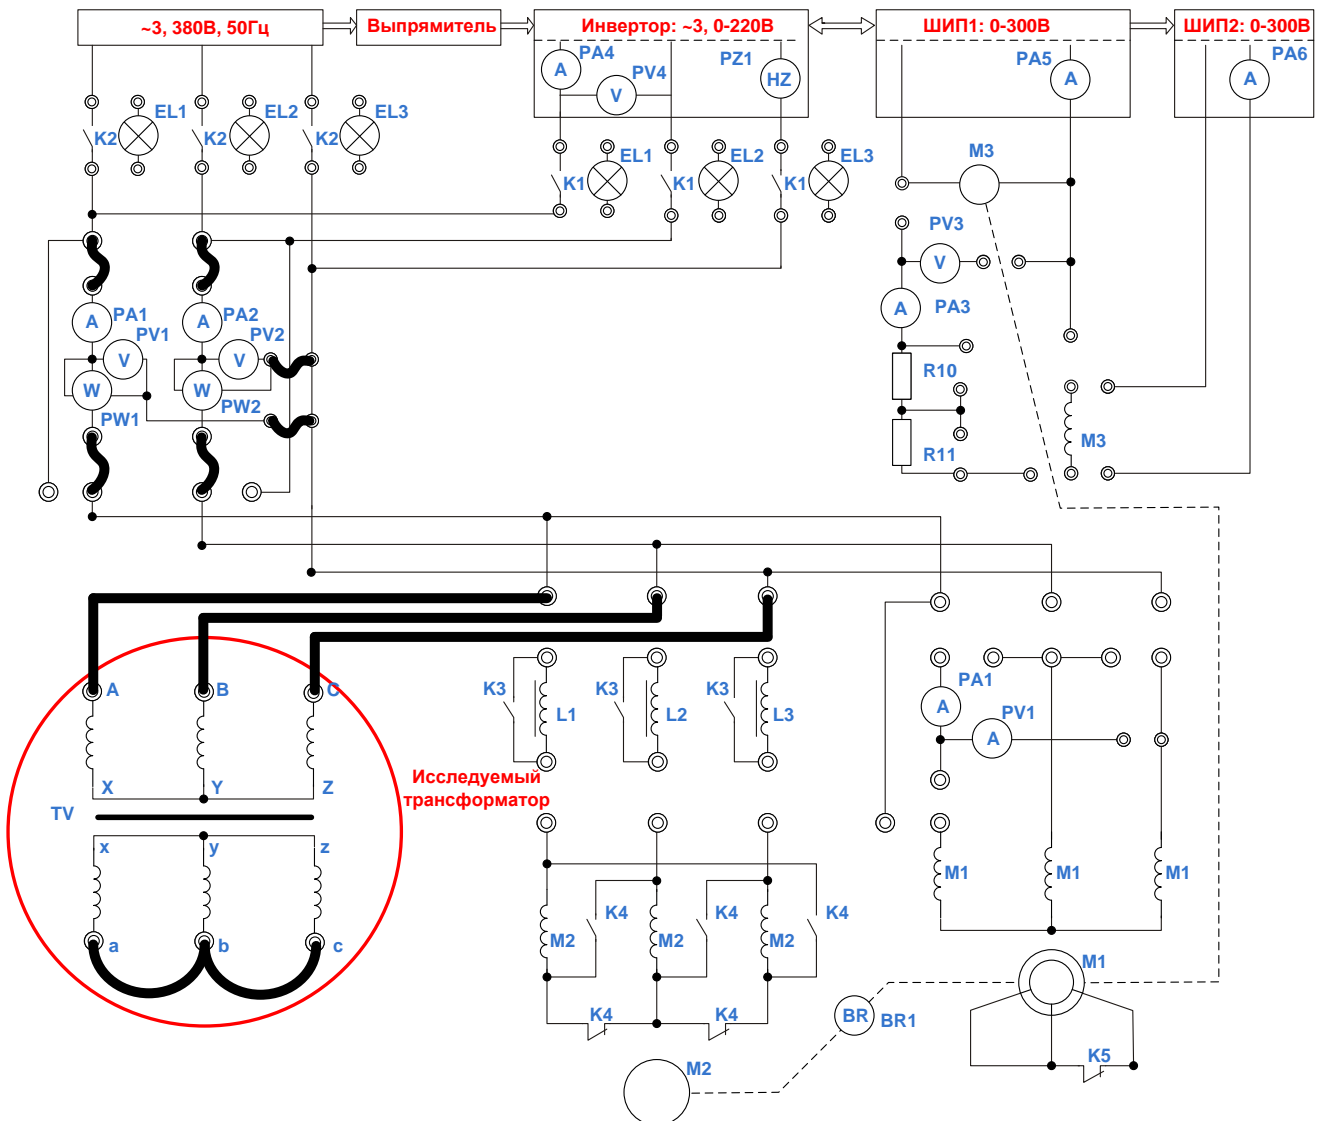

Рисунок 3 – Схема опыта короткого замыкания трансформатора.
При опыте к.з. (рис. 3) в качестве первичной используют обмотку ВН (TV), а обмотку НН замыкают перемычкой достаточного поперечного сечения, чтобы не создавать во вторичной цепи трансформатора заметного сопротивления.